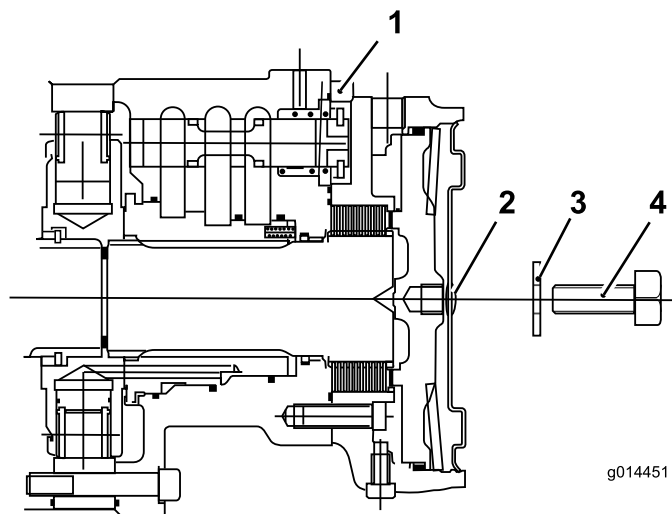

Figure 42
- C. Placez le bouchon hexagonal dans la plaque d'extrémité du moteur (Figure 42).